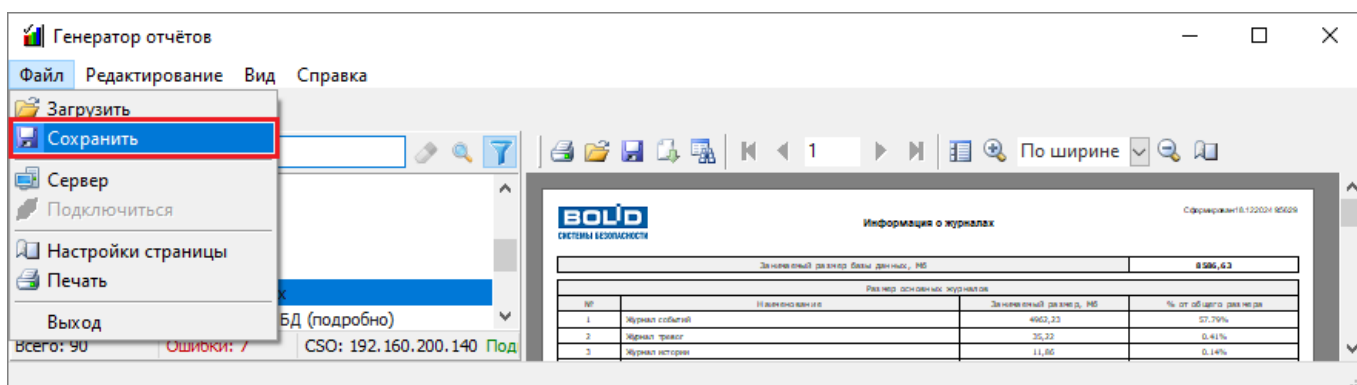

Рисунок 10-304 Сохранение отчета через меню "Файл"
- выберите в меню «Файл» (см. п. 10.5.1.1) пункт « Сохранить» (см. Рисунок 10-304);